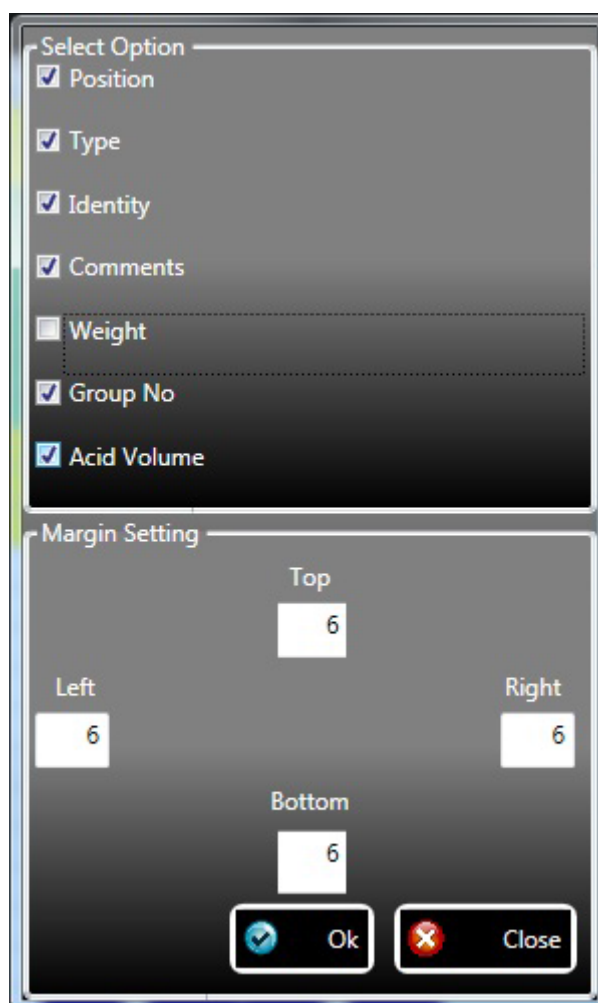

Figure 5-21
1. 在左窗口中选择打印，将显示一个对话框（见图5-21），可以取消其中列的打印。另外，页边距可以在这里进行设置。